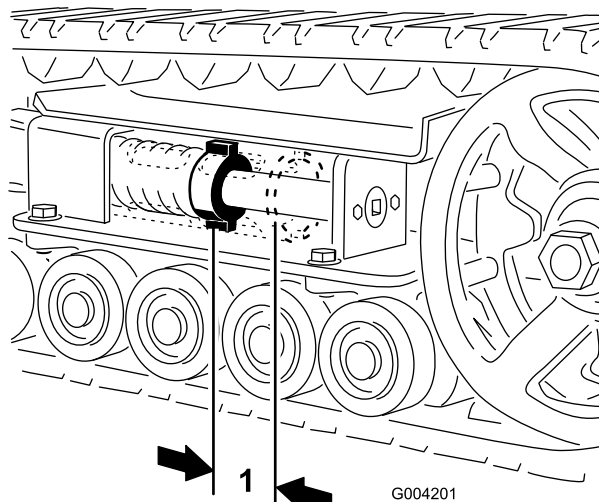
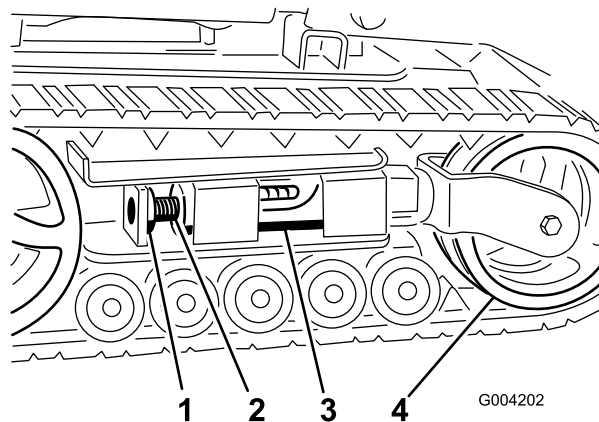
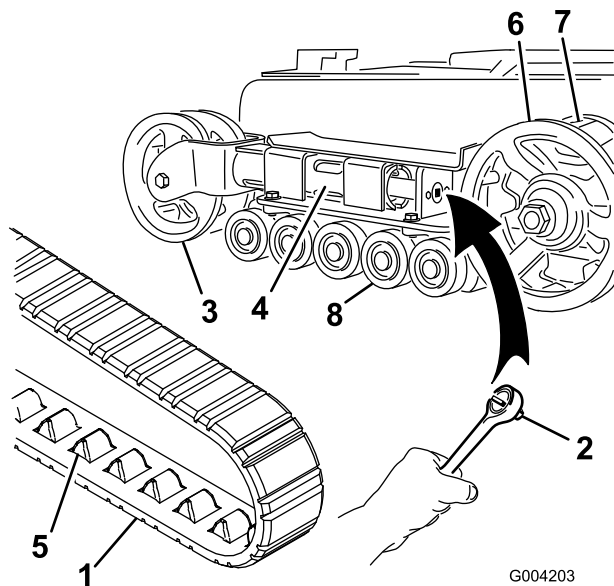
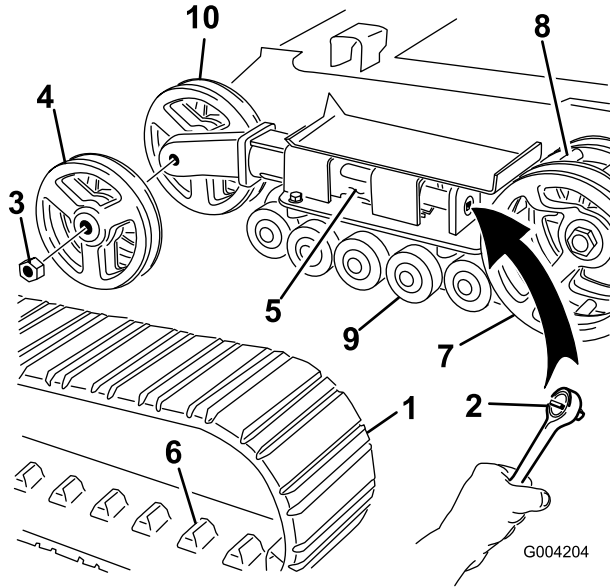

Figure 44
Figure 45
Figure 46
Figure 47
Vérifiez et ajustez la tension des chenilles après les 50 premières heures de fonctionnement, puis toutes les 100 heures de fonctionnement. L'écrou de tension et l'arrière du tube de tension doivent être distants de 7 cm (2-3/4") (Figure 44). Si ce n'est pas le cas, réglez la tension des chenilles comme suit :
3. Enlevez le boulon et l'écrou de blocage (Figure 45).
- À l'aide d'un entraînement carré de 1/2 pouce (Figure 46), tournez la vis de tension dans le sens anti-horaire jusqu'à obtention d'un espacement de 7 cm entre l'écrou de tension et l'arrière du tube de tension (Figure 44).
- Alignez l'encoche la plus proche dans la vis de tension avec le trou du boulon de blocage et fixez la vis avec le boulon et l'écrou de blocage (Figure 45).
- Poussez la roue de tension vers l'arrière de la machine pour appuyer le tube de fourche contre le châssis (Figure 46). (S'il ne touche pas le châssis, continuez de tourner la vis de tension jusqu'à ce qu'il le touche).
- Lorsque la chenille est déchaussée, retirez-la du barbotin et des galets de roulement (Figure 46).
- Pour installer la chenille neuve, commencez par l'enrouler autour du barbotin, en veillant à ce que les crampons s'engagent correctement entre les entretoises du barbotin (Figure 46).
- Poussez la chenille sous et entre les galets de roulement (Figure 46).
- Tournez la vis de tension dans le sens anti-horaire, de manière à obtenir un écartement de 7 cm entre l'écrou de tension et l'arrière du tube de fourche (Figure 44).
- Enlevez le boulon et l'écrou de blocage (Figure 45).
- À l'aide d'un entraînement carré de 1/2 pouce, tournez la vis de tension dans le sens horaire pour détendre la transmission (Figure 45 et Figure 46).
pour détendre la transmission (Figure 45 et Figure 47).
5. Poussez la roue de tension vers l'arrière de la machine pour appuyer le tube de tension contre le châssis (Figure 47). (S'il ne touche pas le châssis, continuez de tourner la vis de tension jusqu'à ce qu'il le touche).
6. Retirez l'écrou de fixation de la roue de tension extérieure et déposez la roue (Figure 47).
7. Déposez la chenille (Figure 47).
8. Retirez l'écrou de fixation de la roue de tension intérieure et déposez la roue (Figure 47).
12. Posez la roue de tension intérieure et fixez-la avec l'écrou retiré précédemment (Figure 47).
14. Posez la chenille neuve en prenant soin que les crampons s'engagent entre les entretoises au centre du barbotin (Figure 47).
15. Posez la roue de tension extérieure et fixez-la avec l'écrou retiré précédemment (Figure 47).
17. Tournez la vis de tension dans le sens anti-horaire, de manière à obtenir un écartement de 7 cm entre l'écrou de tension et l'arrière du tube de tension (Figure 44).